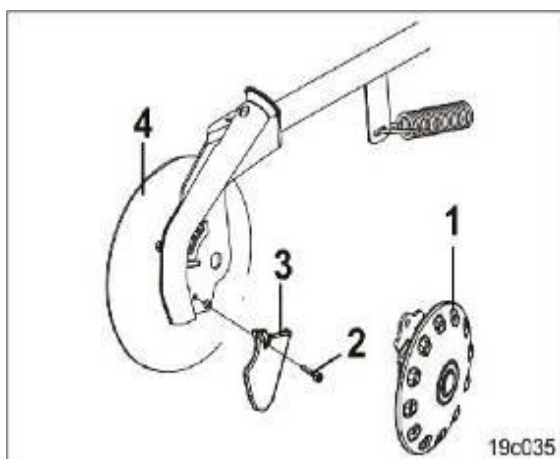

Рис.97
7.5.1. Снимите пластиковый диск (Рис. 97/1) (см. гл. "Регулировка пластиковых дисков").
7.5.2. Открутите винт с цилиндрической головкой (Рис. 97/2) (момент затяжки винта 30-35 Нм).
7.5.3. Замените изношенный наконечник (Рис. 97/3) и установите новый в обратной последовательности.